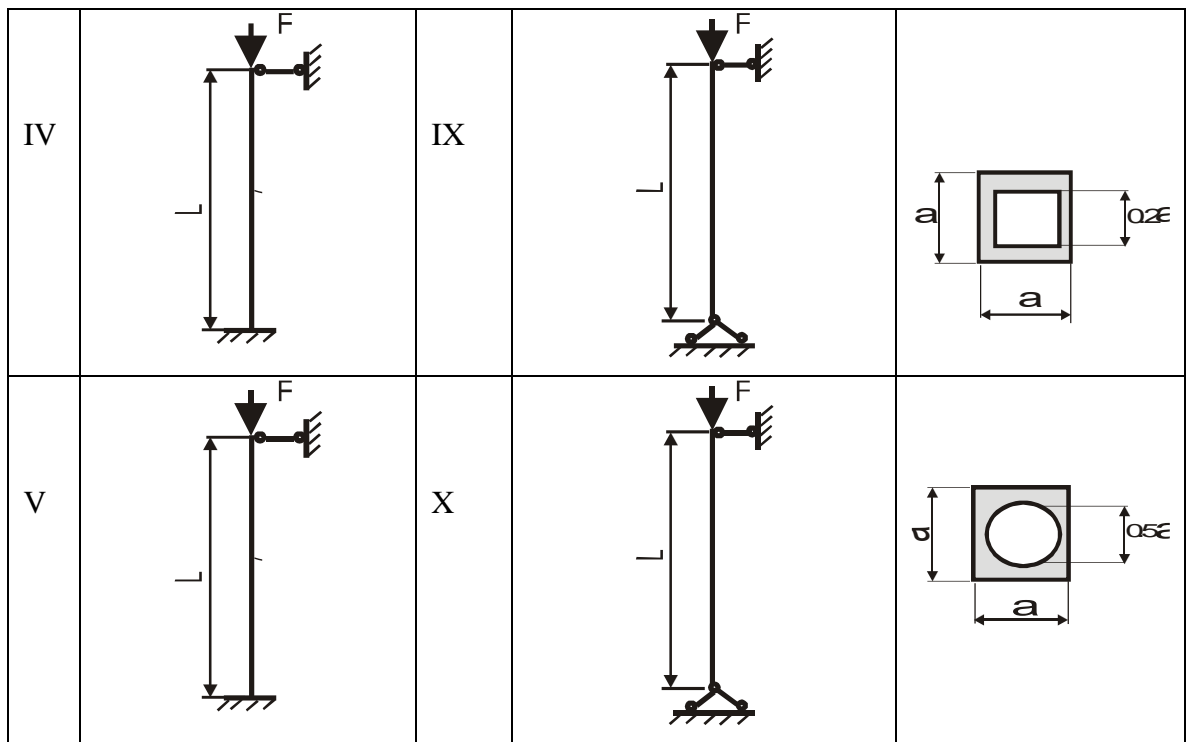

Рис. 4
**Задача 4.** Стальной стержень длиной  $L$  сжимается силой  $F$  (рис. 4). Стержень имеет различные схемы закрепления концов (два типа) и различные формы поперечного сечения (пять видов). Всего десять типов задач. Для схем I-V, коэффициент приведения длины  $\mu = 2/3$ , для схем VI- X,  $\mu = 1$ . Требуется: 1) найти размеры поперечного сечения при допуске напряжении  $[\sigma] = 160$  Мпа (16кН/см2) (расчет производить последовательными приближениями, предварительно приняв величину коэффициента  $\Phi = 0,5$ );